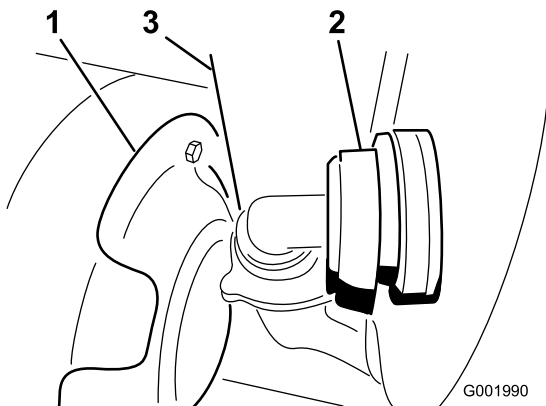

Figura 55
3. Scollegate il flessibile situato sulla parte anteriore del serbatoio, in basso (Figura 55).
Nota: All'occorrenza, mentre rimuovete il carter spingete indietro lo schermo termico (Figura 55).
7. Collegare il flessibile alla parte anteriore del serbatoio (Figura 55).